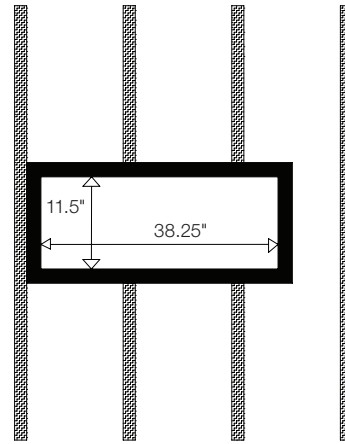

图 16
3. 使用 2x6 木板 (50.8mm x 152.4mm) 以建立一个内部尺寸为 971.6mm x 292.1mm 的框架（见图 16）。用钉子或木螺钉固定现有立柱。